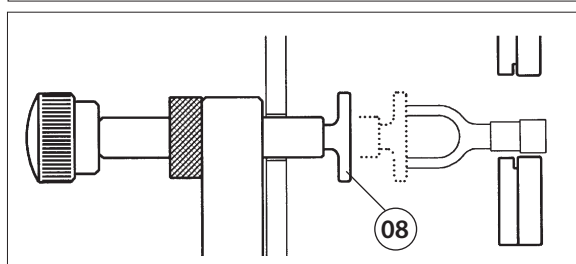

FIG. 3 REGULACIÓN POSICIONADOR
Regular el recorrido del posicionador (08) en función del conector a comprimir operando de la manera siguiente (ref. a Fig. 3):